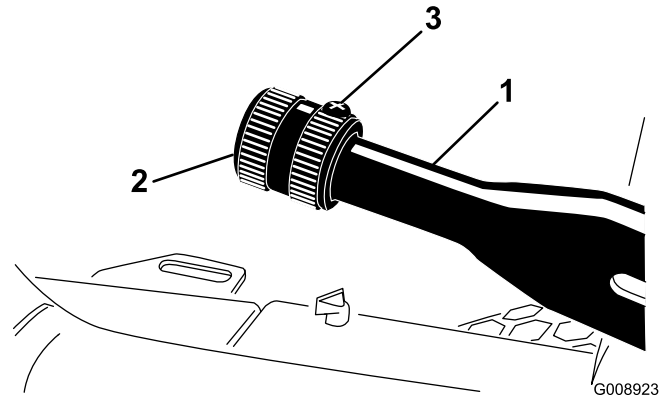

Bild 54
1. Lockern Sie die Stellschraube, mit der das Handrad am Feststellbremshebel befestigt ist (Bild 54).